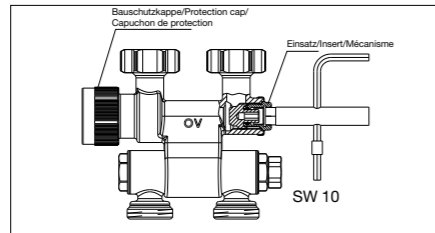

Bild 8 / Illustr. 8 / Fig. 8
2. Desserrer le mécanisme (1/4 pas de vis au maximum) à l'aide de la clé à six pans (clé de 10) en la tournant vers la gauche (Fig. 8).
1. Fermer le raccord en tournant le mécanisme (Fig. 8) vers la droite à l'aide d'une clé à six pans (clé de 10) (10 Nm au maximum).
- Mit dem Sechskantschlüssel (SW 10) durch Linksdrehen den Einsatz (Bild 8) lockern (max. 1/4 Umdrehung).
- Mit Sechskantschlüssel (SW 10) durch Rechtsdrehen des Einsatzes (Bild 8) die Armatur schließen (max. 10 Nm).